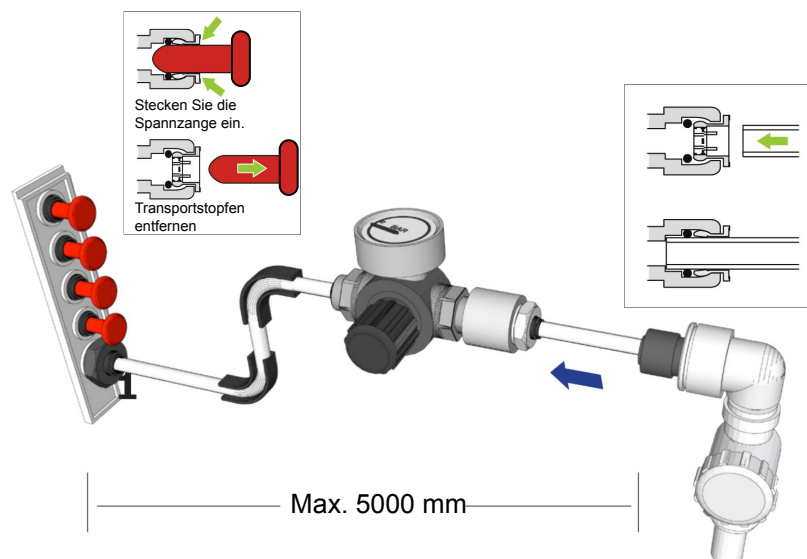

Abb. 1
3. Verbinden Sie den Schlauch vom Druckregler LA512 mit dem 8-mm-Durchflussreduzierer (Trinkwasserzufuhr) (Abb. 1).